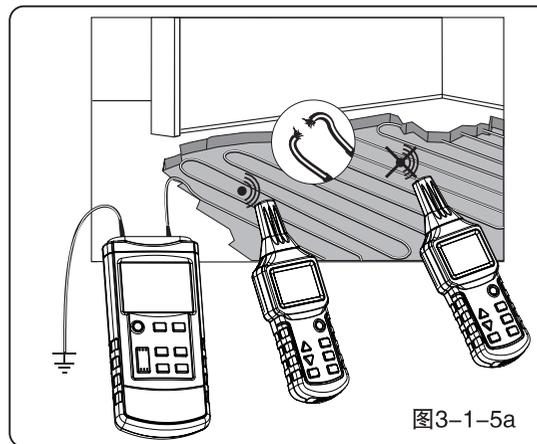

图3-1-5a
- 所有没有使用的线路必须按照图3-1-5a所示和一辅助地线相接；